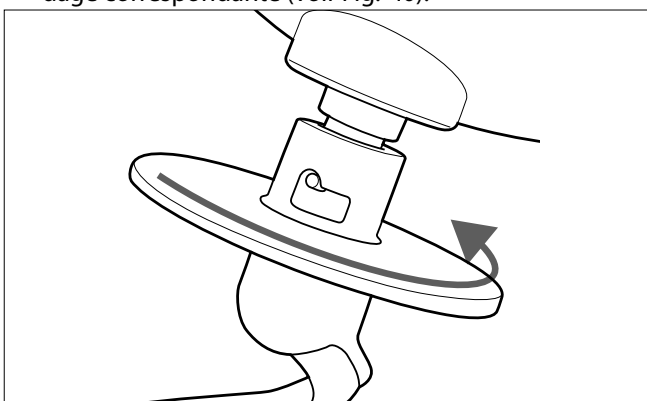

Fig. 10 – Bloquer l'instrument de mesure
- Poussez l'instrument de mélange vers le haut et tournez-le dans le sens des aiguilles d'une montre jusqu'à ce qu'il s'enclenche. Un instrument de mélange ne peut être installé et tourné correctement que lorsque la patte de guidage se trouve dans la rainure de guidage correspondante (voir Fig. 10).